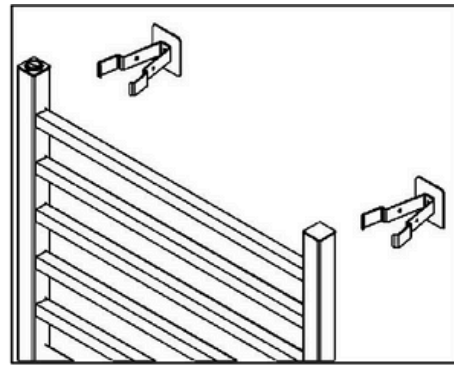

Figura 03
- Coloque el toallero SECCARE en los soportes de acuerdo con (figura 03);
Los acabados GOLD se caracterizan por una pintura delicada, lo que requiere un cuidado especial. Al instalar los clips, es esencial para prevenir daños en tu toallero. Por lo tanto, al colocar los soportes, asegúrate de abrirlos completamente, como se ilustra en la figura 03, evitando arrastrar el tubo para no rayar la pintura durante la instalación. Los cuadros de ORO no deben limpiarse con alcohol.